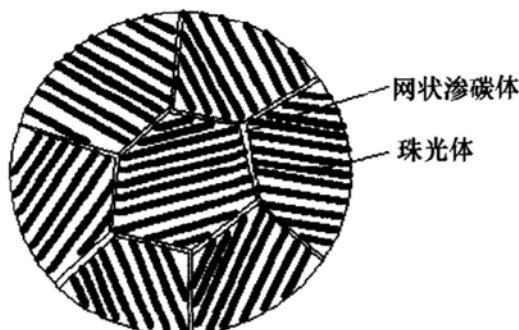

图 9-3 第七题解答图
1.1% C 的钢由液相冷却时先进入 $L + \gamma$ 奥氏体两相区，形成枝晶或等轴状 γ 奥氏体，然后进入奥氏体单相区；继续冷却到 $\sim 760^\circ\text{C}$ ，沿晶界析出二次渗碳体，在 727°C 剩余的奥氏体转变为珠光体，最后的组织是珠光体 + 网状二次渗碳体，如图 9-3 所示。